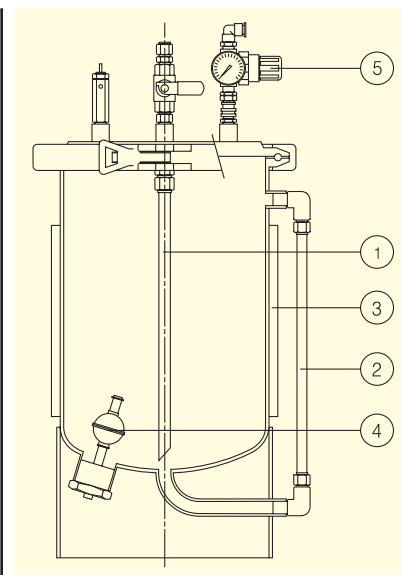
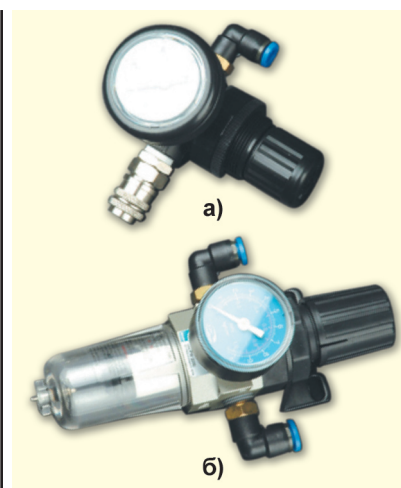

Рисунок 3 Обобщенная схема резервуара с различными опциями
Рисунок 4 Регуляторы давления
Обобщенная схема резервуара с различными опциями представлена на рис. 3. Описание опций для резервуаров приведено ниже.
При заказе резервуара необходимо указать тип порта подачи рабочего материала (рис. 3, поз. 1) — верхний (TP) или нижний (BP).
Эта шкала (рис. 3, поз. 2) представляет собой полупрозрачную трубку диаметром 6 мм или 8 мм. Она позволяет визуально контролировать уровень рабочего материала в любой момент времени на протяжении всего рабочего цикла.
Нагреватель (рис. 3, поз. 3) резервуара применяется для нагрева рабочего материала. Нагревание материала понижает его вязкость, что позволяет упростить дозирование путем снижения давления, предотвращая тем самым разбрызгивание материала. Нагревание материалов также может требоваться документацией на материал.
Датчики уровня (рис. 3, поз. 4) предназначены для более точного отображения количества рабочего материала в резервуаре. Они могут устанавливаться одного из двух типов — поплавковые или динамометрические.
Регуляторы давления (рис. 3, поз. 5) применяются для установки требуемого давления воздуха внутри резервуара. Регуляторы давления могут поставаться как отдельным элементом (рис. 4, а), так и в комплекте с воздушным фильтром (рис. 4, б) для предотвращения попадания в дозатор сторонних частиц и примесей. Параметры регуляторов давления приведены в табл. 2.